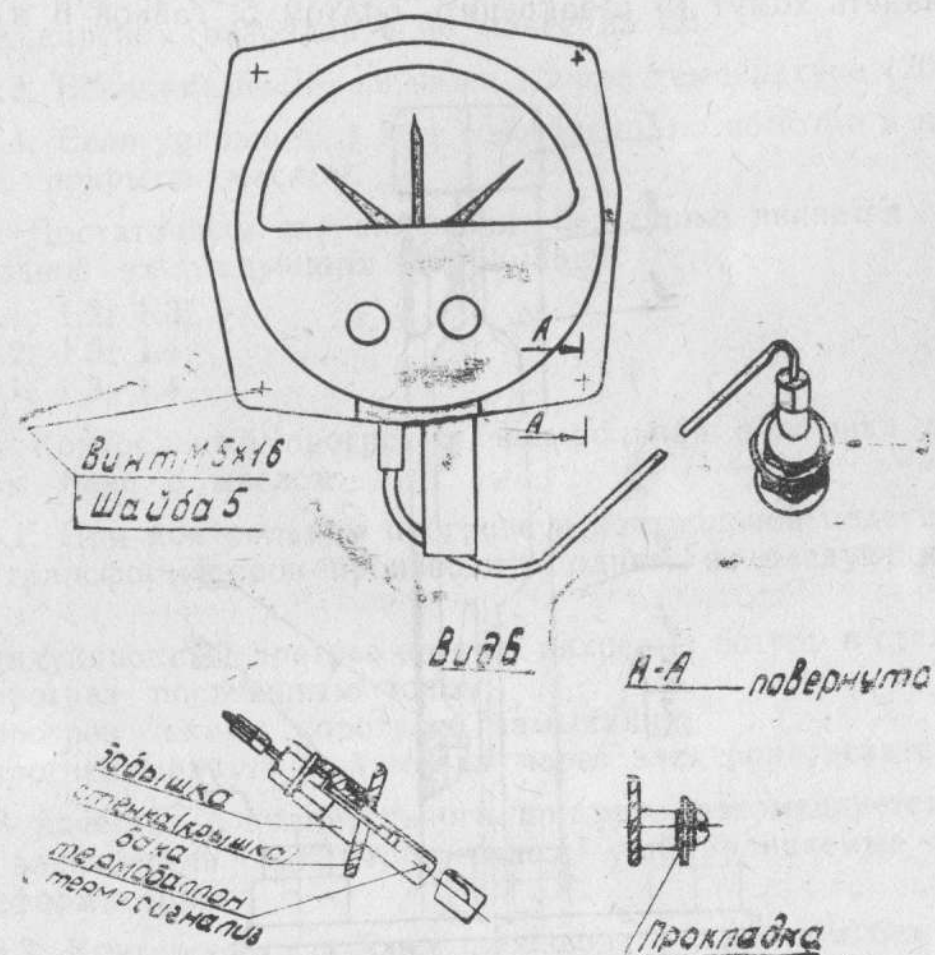

Рис. 11. Установка термосигнализатора
- для крепления прибора на трансформатор на бобышки установить резиновые прокладки, прибор прикрепить винтом М 5 и шайбой 5 (рис. 11);